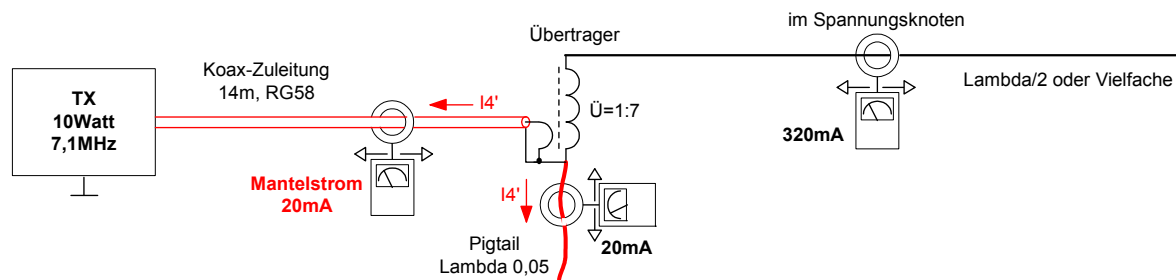

Bild 11: Antenne mit einem Drahtstummel (Pigtail) als Gegengewicht
Bei Verwendung eines Drahtstummels (Pigtail) der Länge $0,05 \lambda$ als Gegengewicht (Bild 11) nach (2), verteilt sich der Ausgleichsstrom auf den Radial und die Koaxleitung, im Verhältnis von etwa 1:1. Der Pigtail arbeitet demnach tatsächlich als ein Gegengewicht, kann die Versorgungsleitung aber nicht völlig von Mantelwellen befreien. Die Installation einer HyEndFed-Antenne mit einem Pigtail als Gegengewicht, wird in der Praxis häufig verwendet. Hierbei darf man aber nicht vergessen, dass im Gegensatz zum Fuchskreis, die Spulen im Fußpunkt kurzgeschlossen sind. Der Ausgleichsstrom sucht sich immer den einfachsten Weg und fließt somit ebenfalls über die Abschirmung des Koaxkabels